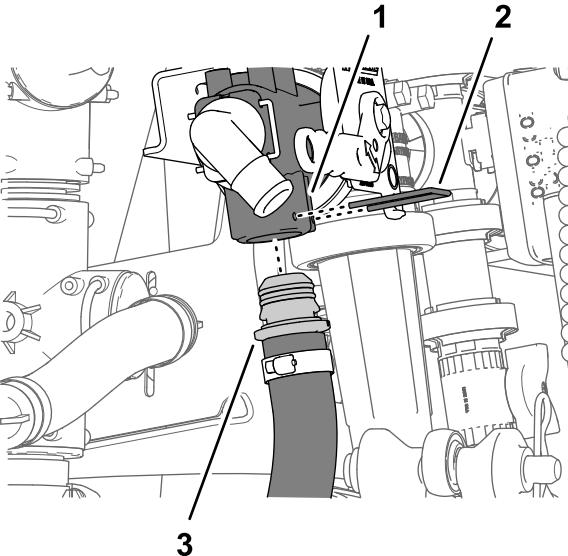

Figura 226
- Alinee el otro acoplamiento de 90° del conjunto de manguera de presión (Pieza Toro N° 131-9648) con el orificio abierto del acoplamiento en T en la bomba del fumigador e inserte el acoplamiento de 90° hasta que quede asentado en el acoplamiento en T (Figura 226).
- Alinee el acoplamiento dentado recto del conjunto de manguera de presión (Pieza Toro N° 131-9648) con el orificio inferior de la válvula de cierre de líquido e inserte el acoplamiento recto hasta que quede asentado en la válvula (Figura 226).